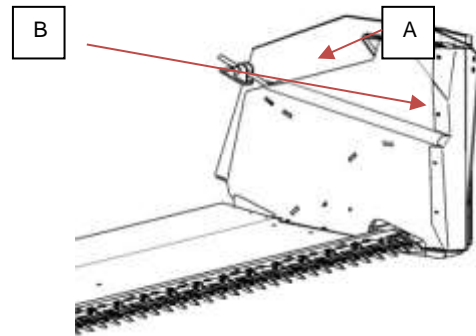

Abb.2
- Die innere, der von der inneren linken Seite festgeschraubten Schutzhaube, (B) demontieren (Abb.2).
- Die Seitenschutzhaube montieren (A) Abb.2 und absichern (festschrauben).